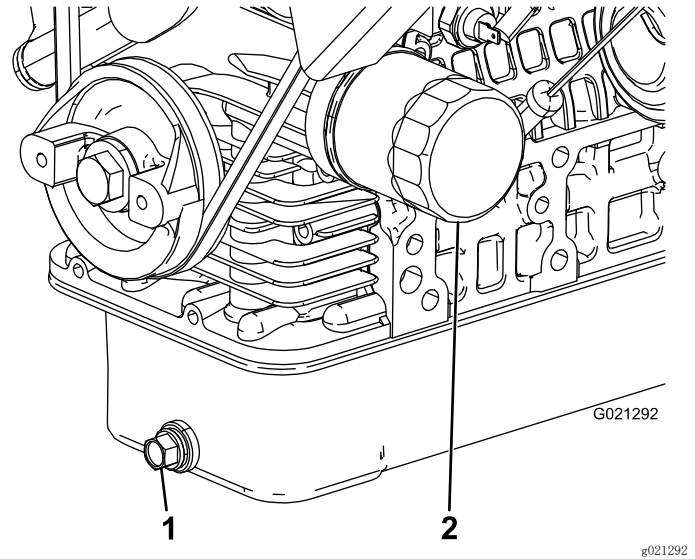

图37
2. 拆下排油塞，让油流入放油盘（图37）。
4. 拆下机油滤清器（图37）。